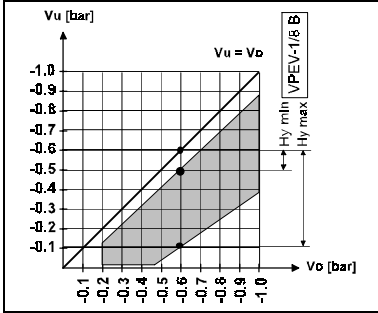

Bild 10/Fig. 10
4. Beaufschlagen Sie den VPEV-1/8 mit dem gewünschten unteren Schaltvakuum v_u (z. B. - 0,65 bar, $v_u = v_o - H_y$) Die minimal und maximal einstellbare Hysterese ist in Bild 10 dargestellt.
4. Apply the desired lower switching vacuum v_u (e.g. - 0.65 bar, $v_u = v_o - H_y$) to the VPEV-1/8. The minimum and maximum hysteresis that can be set is represented in Fig. 10.